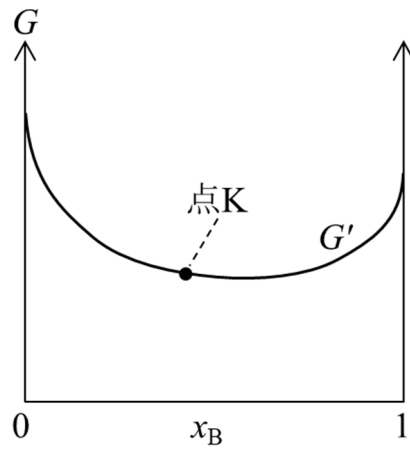

图1
(2) 次に定温，定圧下で平衡状態にある，成分 A と成分 B からなる二元系溶体を考える。この溶体は全組成範囲で安定である。この溶体の1 mol あたりのGibbsエネルギーが  $G'$  で与えられるとき，A の化学ポテンシャル  $\mu_A$  および B の化学ポテンシャル  $\mu_B$  を  $G'$  および  $x_B$  を用いてそれぞれ導出せよ。ここで， $x_B$  は B のモル分率を表す。
(3) 図1に(2)で考えた二元系溶体の  $G'$  の曲線が示されている。このとき，曲線上の点 K における  $\mu_A$  および  $\mu_B$  は(2)の結果より図を用いてどのように決定されるか。図1を解答用紙に描き写したうえでその図上に求め方を図示せよ。